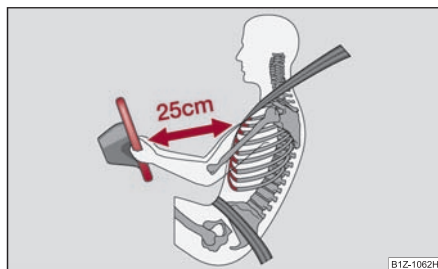

Fig. 145 Distancia de seguridad
- El conductor se ha de mantener a una distancia mínima de 25 cm del volante ⇒ fig. 145. Si no respeta la distancia mínima, el sistema de airbag no podrá protegerle - ¡Peligro de muerte!